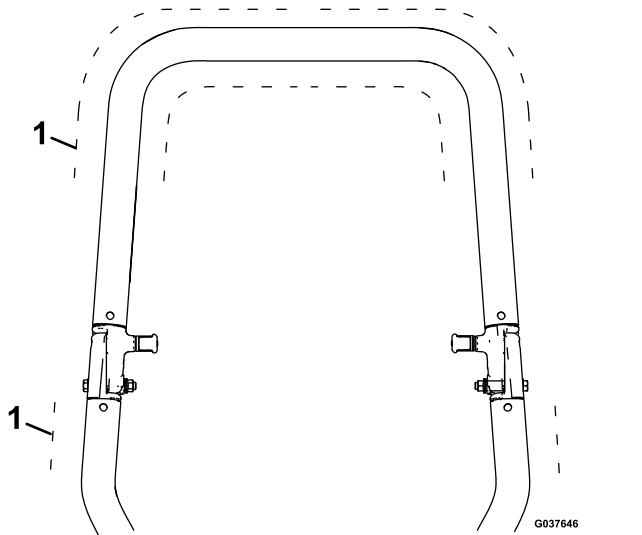

Figura 14
Puede cambiar la posición de las luces en la barra antivuelco como se muestra en la Figura 14.
2. Instale las dos abrazaderas en la barra antivuelco en la posición deseada (Figura 14).